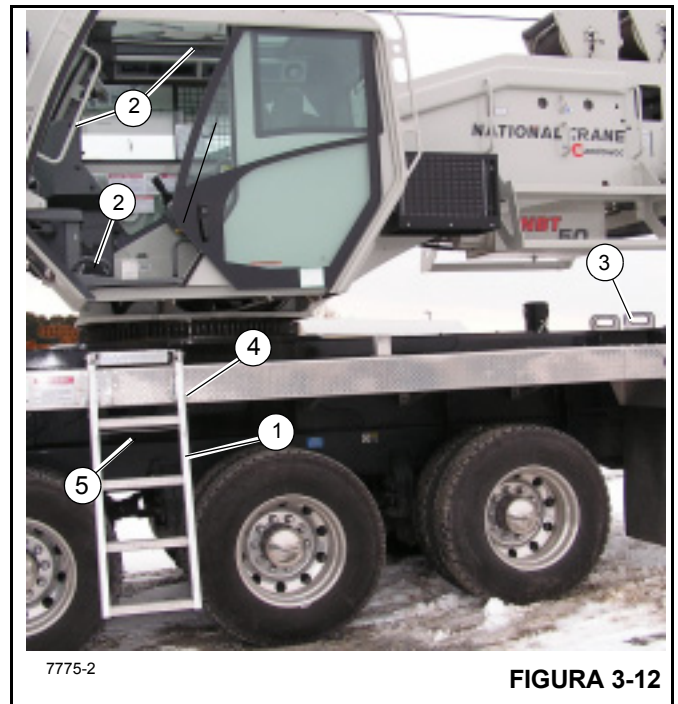

FIGURA 3-12
Para entrar na cabine do guindaste, use a escada (1, Figura 3-12) guardada perto da cabine na plataforma do transportador e posicione-a como mostrado na Figura 3-12. A escada é fixada na posição por meio de travas (4). Suba a escada segurando as alças de mão (2) na porta de entrada para entrar na cabine. Não tente acessar a cabine do guindaste por outros meios. Solte a escada usando a alça (5), levante e gire para a posição de armazenagem.
A escada (3) está guardada no lado direito traseiro do guindaste e também é usada para acessar a cabine e a área do lado direito da superestrutura do guindaste (o lado esquerdo está mostrado na Figura 3-12). Há dois conjuntos de furos no lado esquerdo da plataforma do guindaste para inserir a escada (3) nas mesmas posições indicadas na Figura 3-12.